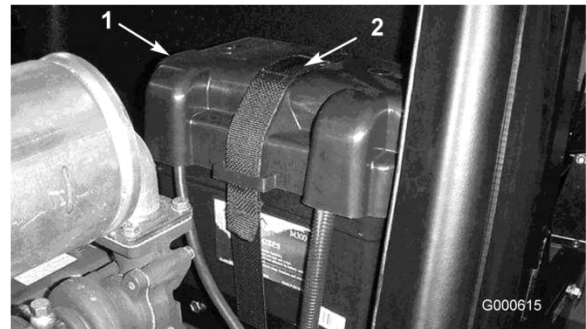

図 39
2. バッテリー固定ストラップとカバー (図 39) を外す。